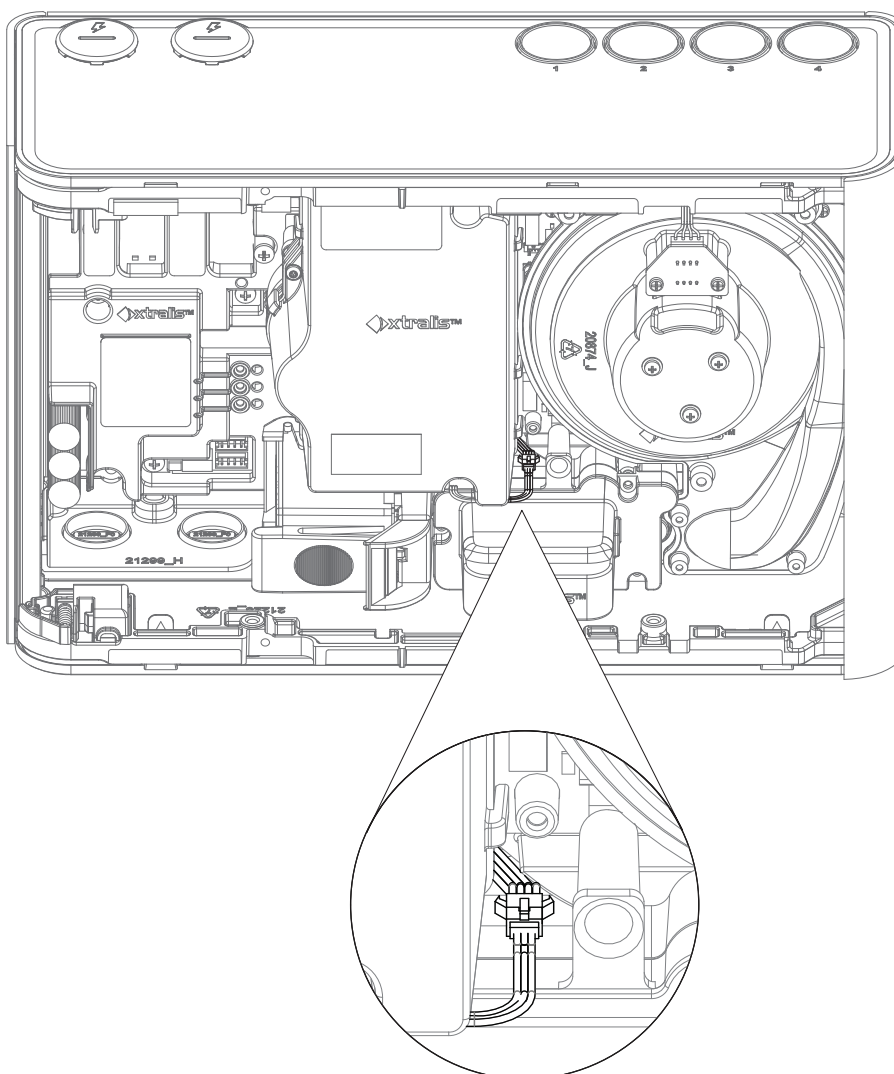

Figure 7-20: Déconnecter le câble de module de prélèvement
2. Déconnectez le câble de module de prélèvement (Figure 7-20).